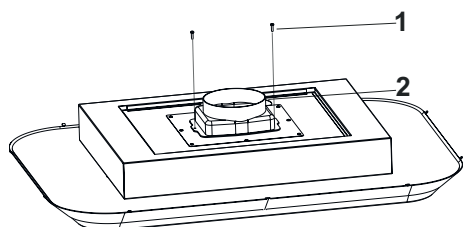

Fig. 10
5. ➔ Placer aftræksstuds på emhætten og skru den fast vha. 2x 3,5x6,5 skruer (Fig. 10).